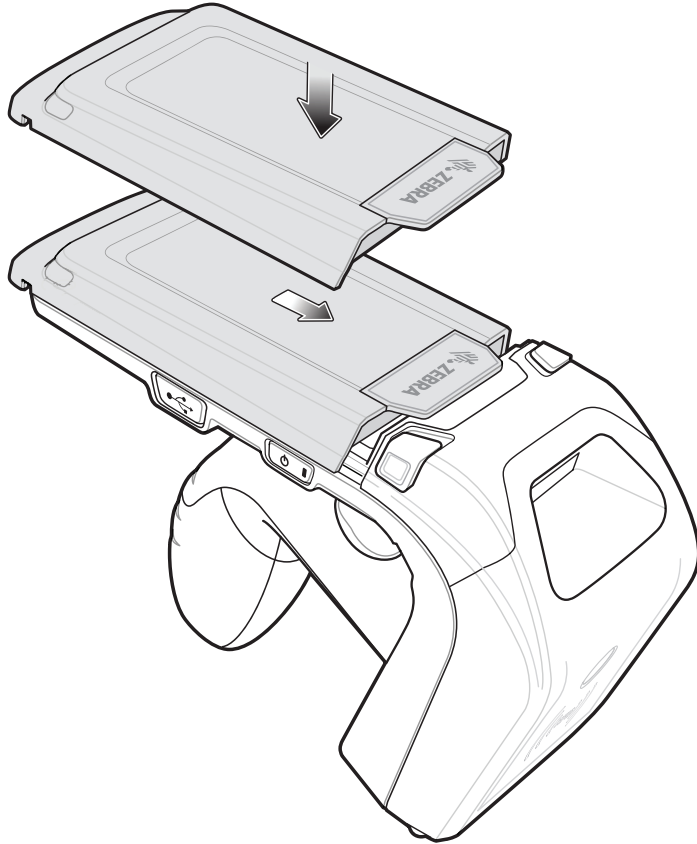

図 1-6 バッテリーカバーの取り付け
5. 1-6 ページの図 1-6 で説明されている手順でバッテリー カバーを取り付けます。